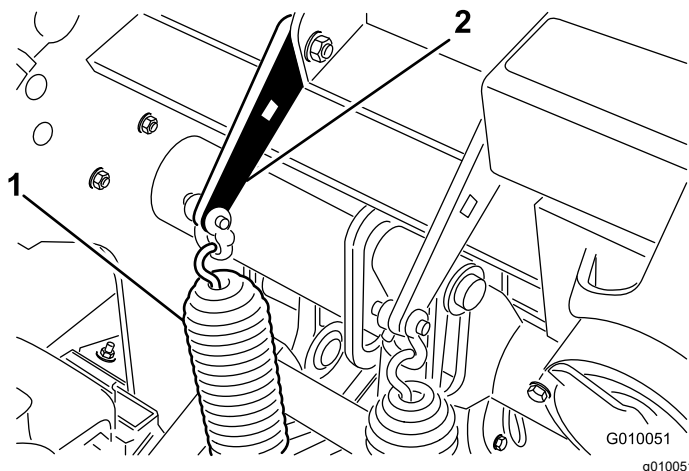

Рисунок 29
2. Ослабьте гайки каретных болтов, которые крепят кронштейны пружин к валу аэратора (Рисунок 29). Не снимайте их.